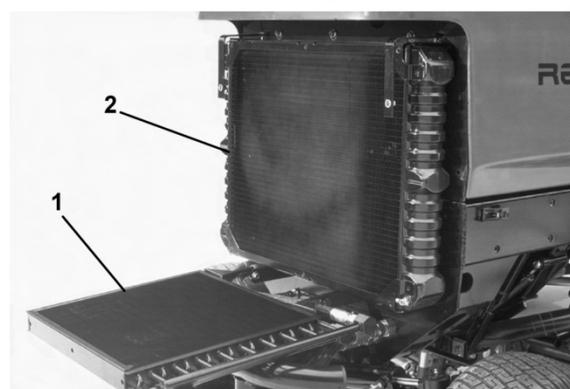

Figura 61
- Desenrosque los pomos y gire hacia atrás el enfriador de aceite (Figura 61). Limpie a fondo ambos lados del enfriador de aceite y la zona del radiador con aire comprimido. No utilice agua. Abra el capó y expulse los residuos hacia la parte trasera de la máquina. Gire el enfriador a su posición inicial y apriete los pomos.